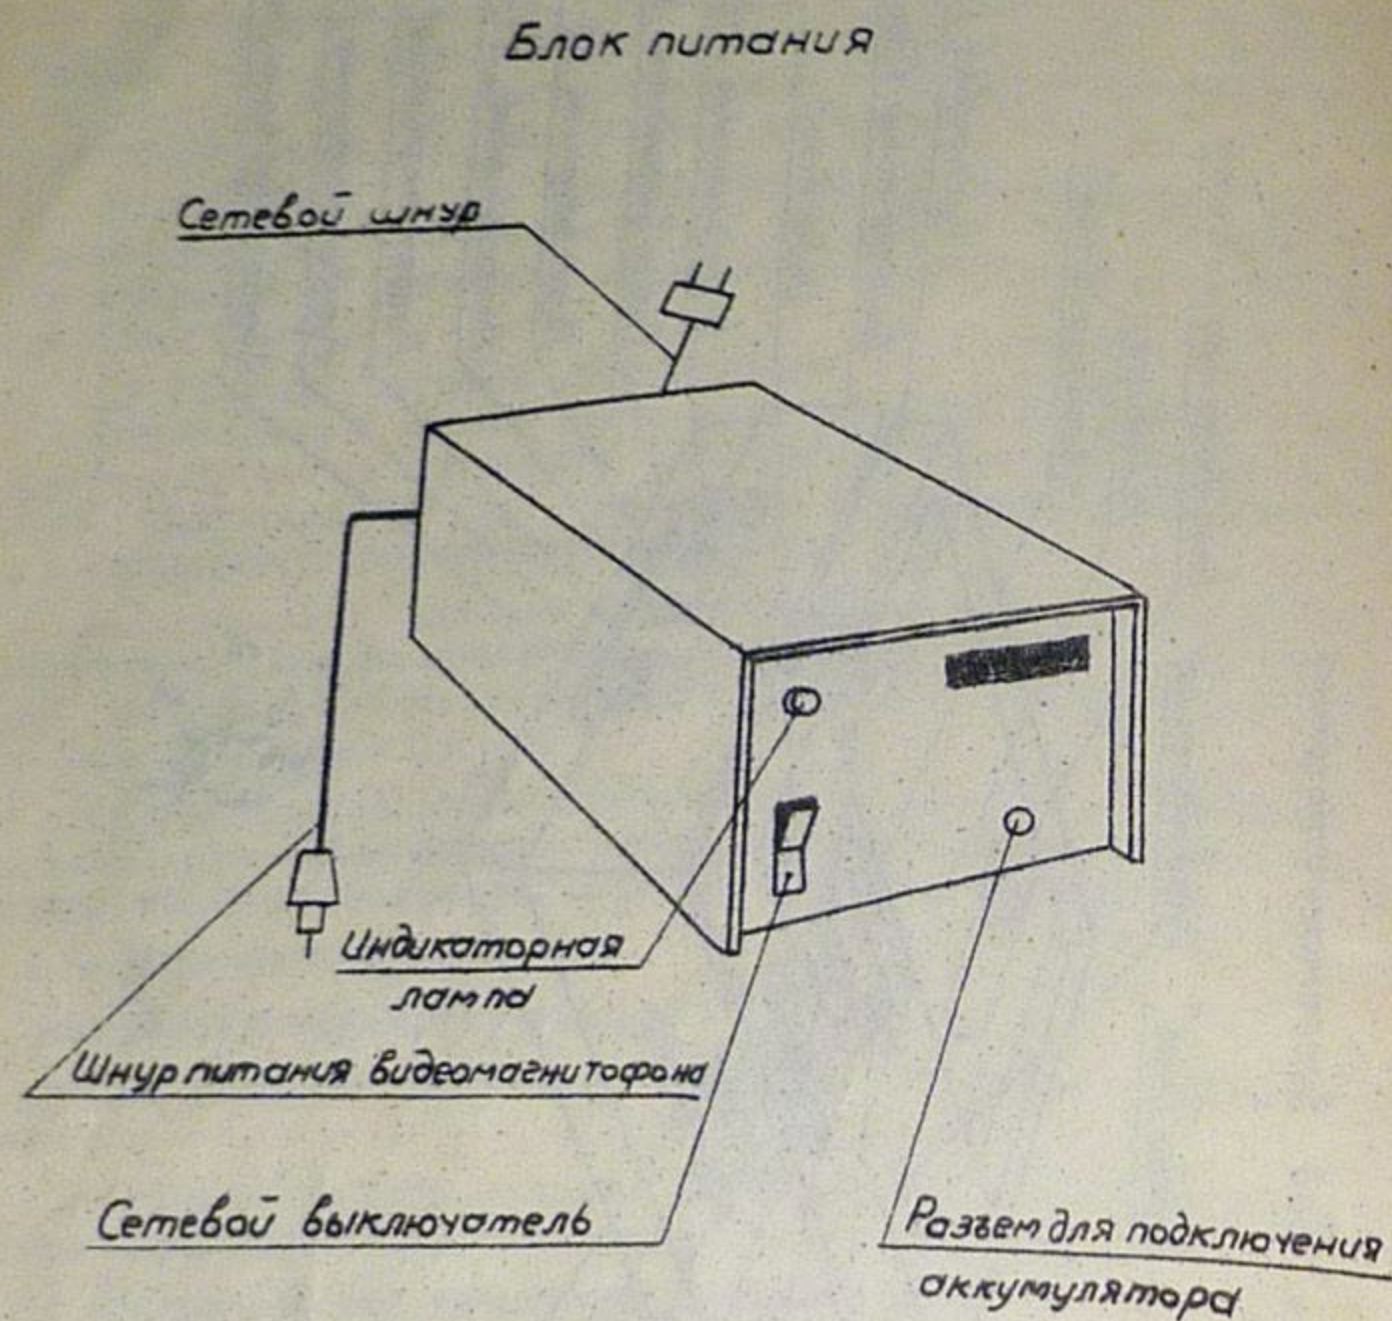

Рис. 2
4.4. Расположение элементов управления и внешнего подключения блока питания показано на рис. 2.